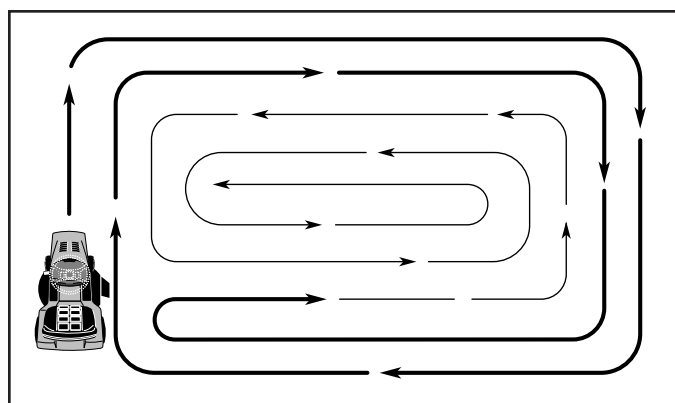

Fig. 26
- Al segar las áreas grandes, empiece girando a la derecha de modo que los recortes se descarguen, alejándose de los arbustos, cercos, entradas de automóviles, etc. Después de una o dos vueltas, siegue en la dirección opuesta, haciendo virajes a la izquierda, hasta que termine (Vea Fig 26).